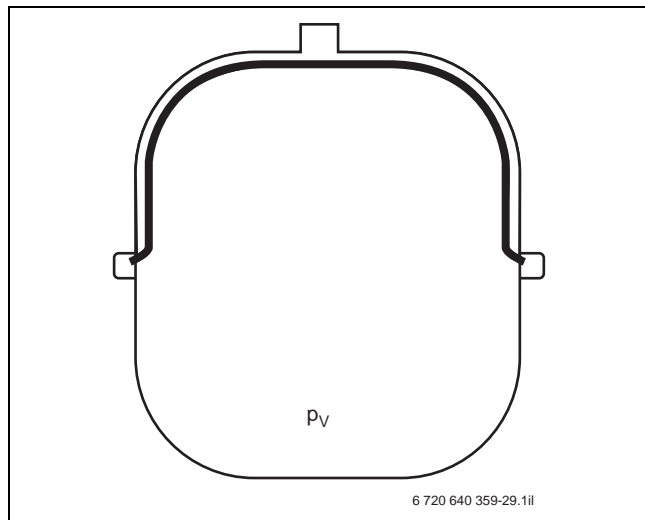

Bild 140 Vordruck eines Ausdehnungsgefäßes
**Legende zu Formel 11 und Bild 140:**